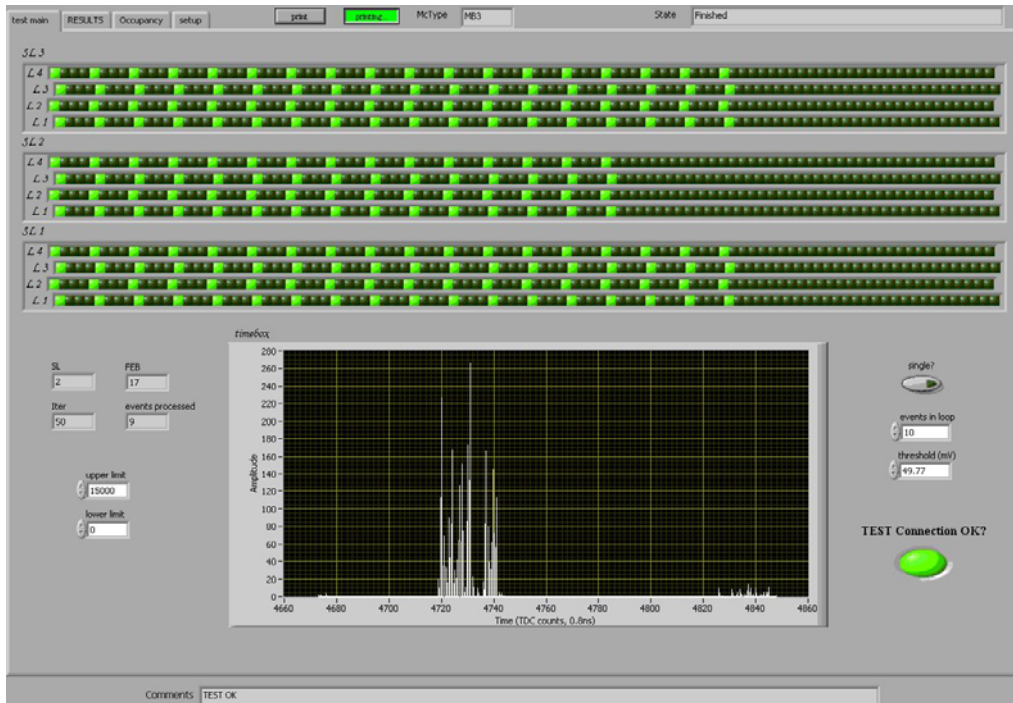

Figura 33: Esempio di Output per il Test TP Cable per un MB3
- Verificare che le luci verdi in RESULTS siano accese, una per front-end board connessa a ciascun superlayer; verificare che in test main siano accese su ciascun superlayer la prima colonna di celle ogni 4, una colonna per ciascuna front-end board (esempio in Figura 33). Deve essere accesa la luce verde di Test OK.